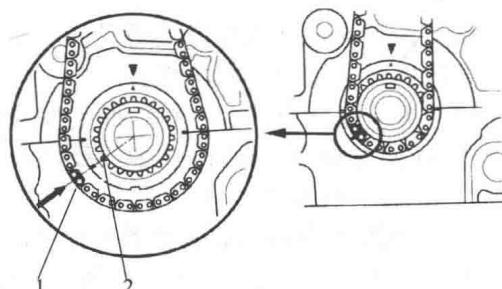

图 1-1-27
(3) 将凸轮轴链条安装在曲轴链轮上, 使涂色的链节 1 与曲轴链轮上的标记 2 对准, 如图 1-1-27 所示。